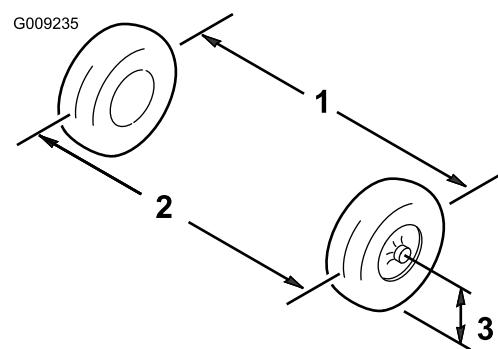

Рисунок 54
- Измерьте расстояние между обеими передними шинами на уровне моста, с передней и задней стороны передних шин (Рисунок 54).